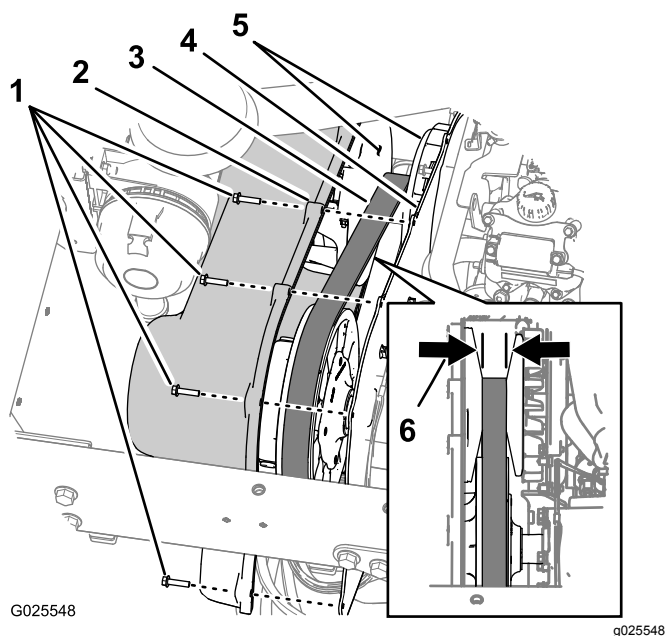

Figure 71
1. Retirez les 9 boulons à embase hexagonale (1/4 x 1") qui fixent le couvercle de la transmission à la plaque de montage (Figure 71).
2. Avancez le couvercle jusqu'à ce que la courroie d'entraînement soit visible (Figure 71).
3. Contrôlez l'état des faces coniques de l'embrayage primaire (Figure 71).
4. Vérifiez si des crans de la courroie d'entraînement sont manquants ou endommagés (Figure 71).
5. Mesurez et notez la largeur de la courroie (Figure 71).
**Remarque:** Si la largeur de la courroie est égale ou inférieure à 29,5 mm, remplacez la courroie (Figure 71).
6. Alignez les trous du couvercle de la transmission sur ceux de la plaque de montage (Figure 71).
7. Fixez le couvercle à la plaque de montage (Figure 71) au moyen des 9 boulons à embase hexagonale (1/4 x 1") que vous avez retirés à l'opération 1, et serrez les boulons à un couple de 10,2 à 12,4 N·m.